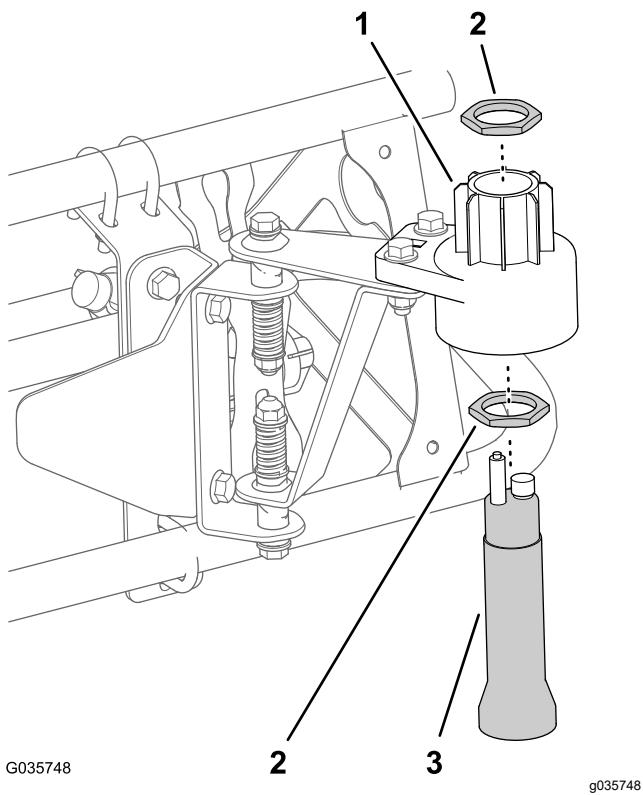

Figura 21
- A. Montate un dado grande sul sensore (Figura 21).
- B. Inserite il sensore sul vano del sensore inferiore (Figura 21).
- D. Montate l'altro dado grande sul sensore (Figura 21).